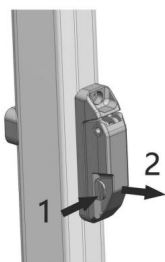
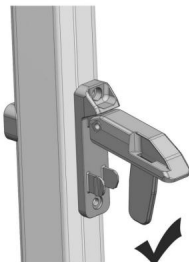

Figura D1
Figura D2
4.1.1 Abra el bloqueo de seguridad ubicado en el medio de las varillas de soporte en ambos lados (presione y tire, Figura D1) y afloje el tornillo de la barra de tensión (Figura D2).